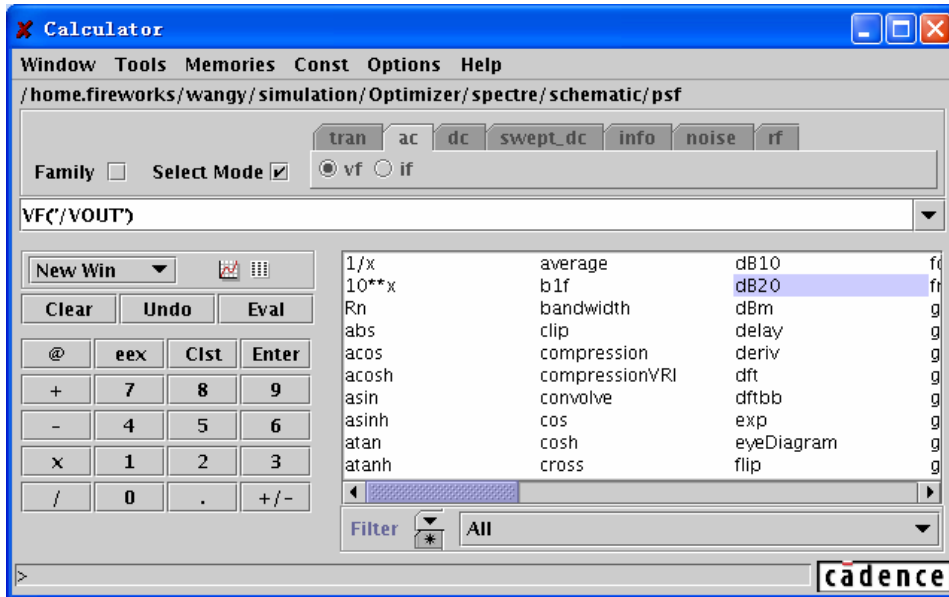

图 8.18 在“Calculator”的缓存中获得图 5.3 中共源放大器的输出节点的电压表达式“VF(/VOUT)”
- 3) 在“Calculator”的缓存中获得该节点的电压表达式“VF(/VOUT)”，如图 8.18 所示。